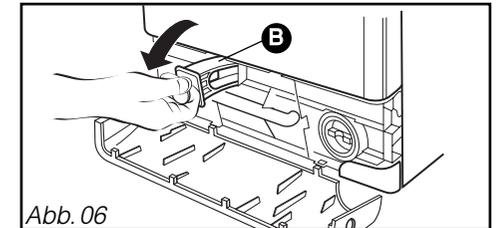

Abb. 06
- Sicherung „vorne“ entfernen (Abb. 06).